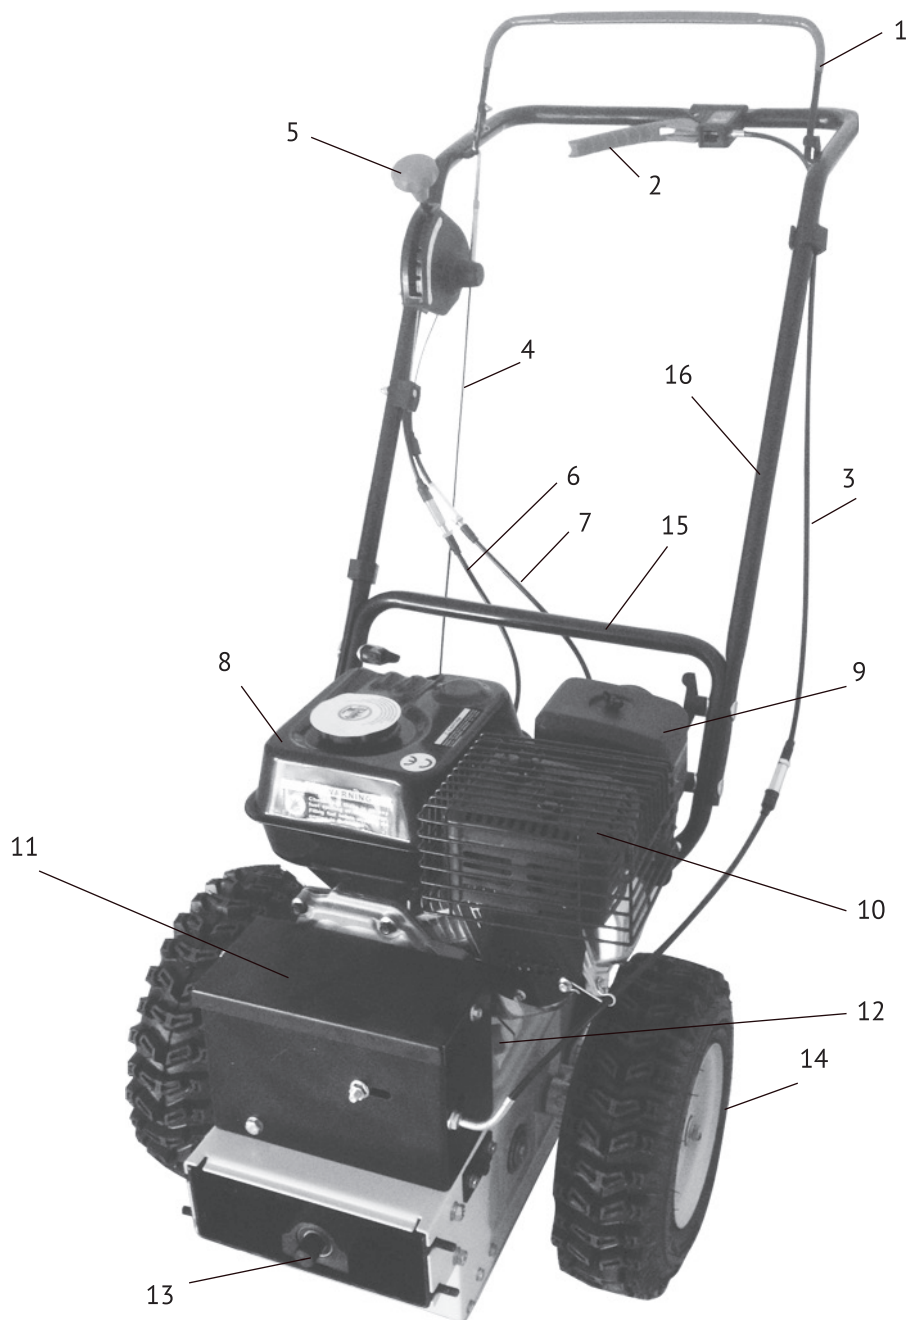
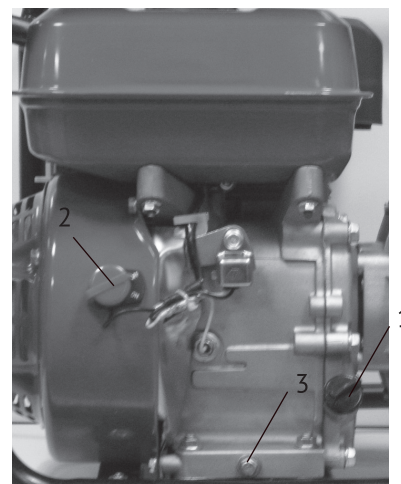

рис. 1
рис. 3
Общий вид машины схематично представлен на рис. 1
6.1.1 Выкрутите щуп из маслозаливной горловины (рис. 1 поз.12, рис.3 поз.1) и залейте в картер масло соответствующего типа до нижнего края горловины. Для удобства эксплуатации маслозаливная горловина расположена с обеих сторон двигателя. Вставьте сухой
Рычаги привода колёс и управления валом отбора мощности (рис.1 поз.1, 2) должны прижиматься к ручке управления (рис. 1 поз. 16) без чрезмерных усилий.
- проверьте работу рычагов привода колёс и управления валом отбора мощности (рис.1 поз.1, 2). Рычаги должны полностью прижиматься к ручке управления. Если этого не происходит, значит, трос перетянут, и его необходимо ослабить. В свободном состоянии при максимальном верхнем положении, рычаги должны доходить до упора. Тросы приводов должны быть в натянутом состоянии. Не допускайте чрезмерного натяжения тросов. Если необходимо, то отрегулируйте натяжение троса.
6.4.1 Переведите выключатель зажигания (рис.3 поз.2) в положение «ON».
6.5.2 Переведите выключатель зажигания (рис.3 поз.2) в положение «OFF».
Внимание! Перед переключением скорости отпускайте рычаг привода колёс (рис.1 поз.1) и рычаг управления валом отбора мощности (рис.1 поз.2).
Для изменения скорости и направления движения используйте рычаг переключения скоростей (рис.1 поз.5):
Установите нужную скорость, прижмите и удерживайте рычаг привода колёс (рис.1 поз.1). Машина начнёт движение.
Прижмите и удерживайте рычаг управления валом отбора мощности (рис.1 поз.2). Включится система работы вала отбора мощности.
7.4.1 На прогревом до рабочей температуры двигателе выкрутить пробку для слива масла в нижней части картера, под сливным отверстием (рис.3 поз.3) разместите вспомогательную ёмкость. После прекращения истечения масла установите пробку на штатное место и затяните. Залейте масло в горловину, удалив пробку - щуп (рис.3 поз.1) до нижнего края заливного отверстия. Проверьте уровень масла.